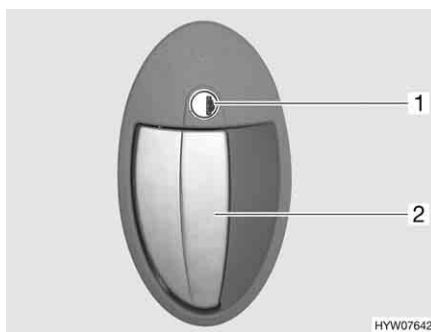

Fig. 17 Serratura della porta (porta di ingresso, lato esterno)
- Inserire la chiave nel cilindro della serratura (Fig. 17,1) e ruotare in senso orario, fino a quando la serratura della porta si sblocca.
- Tirare la maniglia della porta (Fig. 17,2). La porta è aperta.
- Inserire la chiave nel cilindro della serratura (Fig. 17,1) e ruotare in senso antiorario, fino a quando la serratura della porta si blocca.